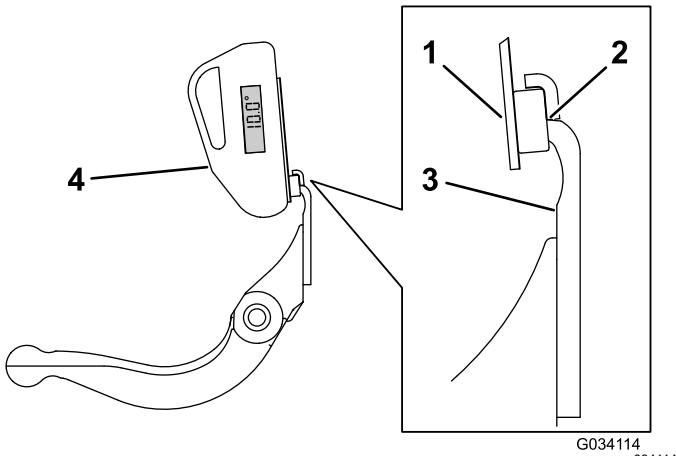

Figura 33
3. Posizionate il supporto del goniometro sul bordo della controlama, in modo che il bordo del magnete corrisponda a quello della controlama (Figura 33).
4. Posizionate il goniometro sul supporto, come illustrato nella Figura 33.